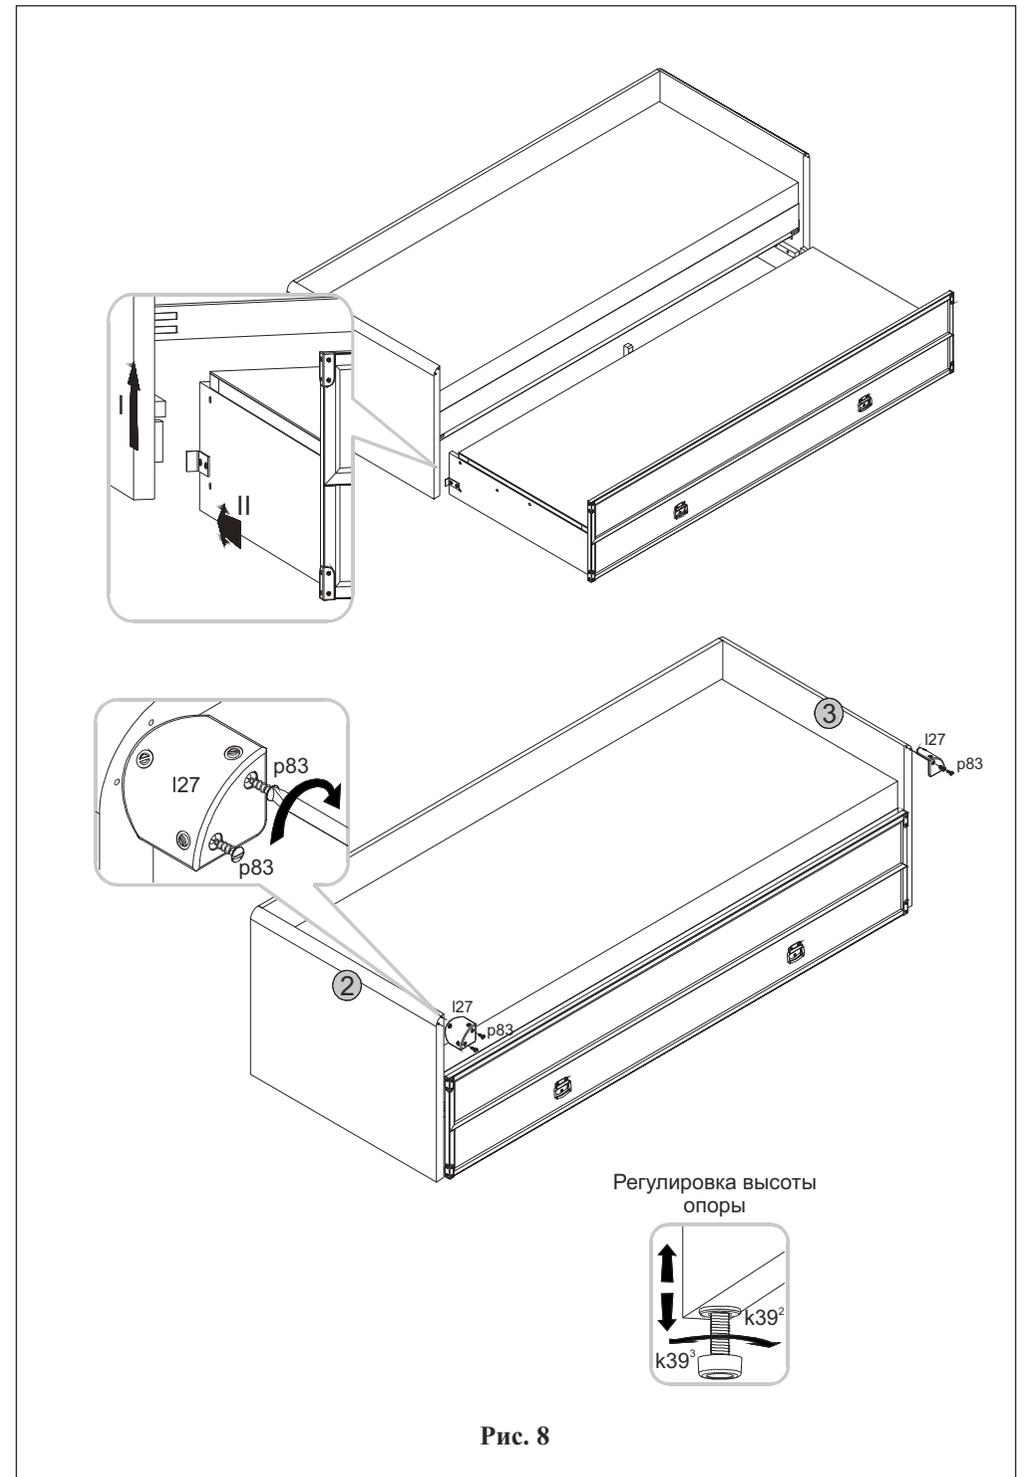

Рис. 8
5.25 Установить емкость для хранения белья дивана-тахты в нишу под матрас дивана-тахты: для этого необходимо слегка приподнять переднюю часть корпуса изделия, задвинуть емкость для хранения белья в нишу под матрас сиденья и опустить корпус изделия на опоры (**см.рис.8**). В случае необходимости отрегулировать положение дивана-тахты вращая опоры **k39⁺**.